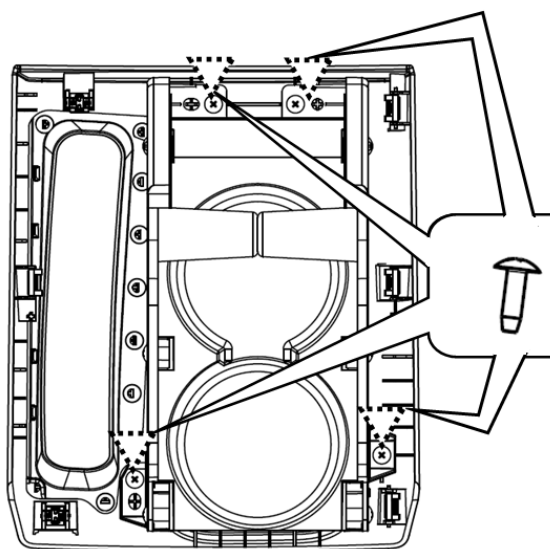

图 2.2.3 副仪表板杯托总成结构示意图
(3) 将手刹护板总成拆下后，用十字螺丝刀松开图 2.2.3 所示的四个螺钉（Q2733595AF3），即可拆下副仪表板杯托总成。